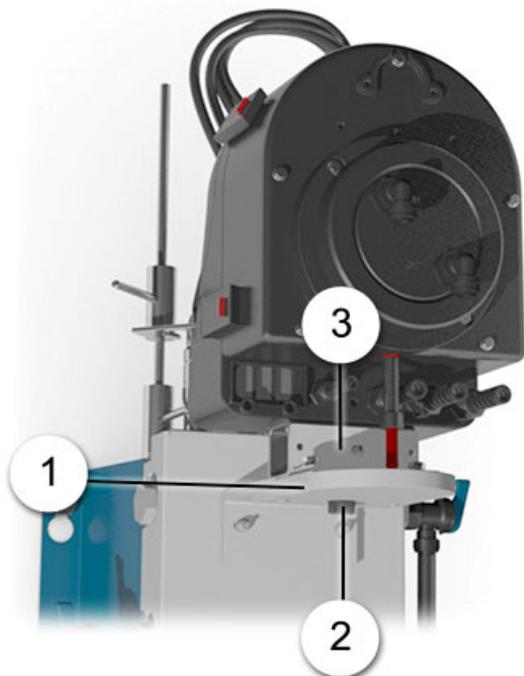

Figure 20: photomètre posé sur le support auxiliaire
2.	Enlever le photomètre de sa position de mesure et le poser sur le support auxiliaire (Figure 20, position 1). Tenir compte de la zone fraisée (surface sombre).
3.	Fixer le photomètre sur le support auxiliaire par la vis crantée (Figure 20, position 2).